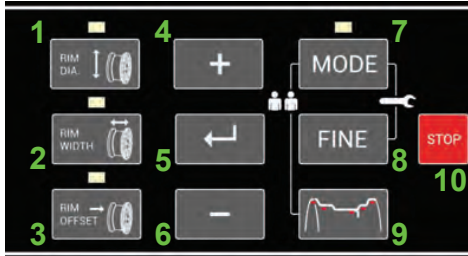

Figure 9a
Ejemplo para el código C0 (Fig. 9a)
- Pulse una vez la tecla **STOP** (10, Fig. 9a) para volver a la selección de códigos C, y dos veces para salir definitivamente y volver al modo operativo.